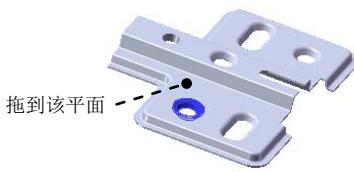

图 16.6.56 成形特征 7
Step11. 创建图 16.6.56 所示的成形特征 7。
(1) 单击任务窗格中的“设计库”按钮 ，打开“设计库”对话框。
(2) 单击“设计库”对话框中的  ch16 节点，在设计库下部的列表框中选择“hinge_shaped_tool_05”文件并拖动到图 16.6.56 所示的平面，在弹出的“成形工具特征”对话框中单击  按钮。